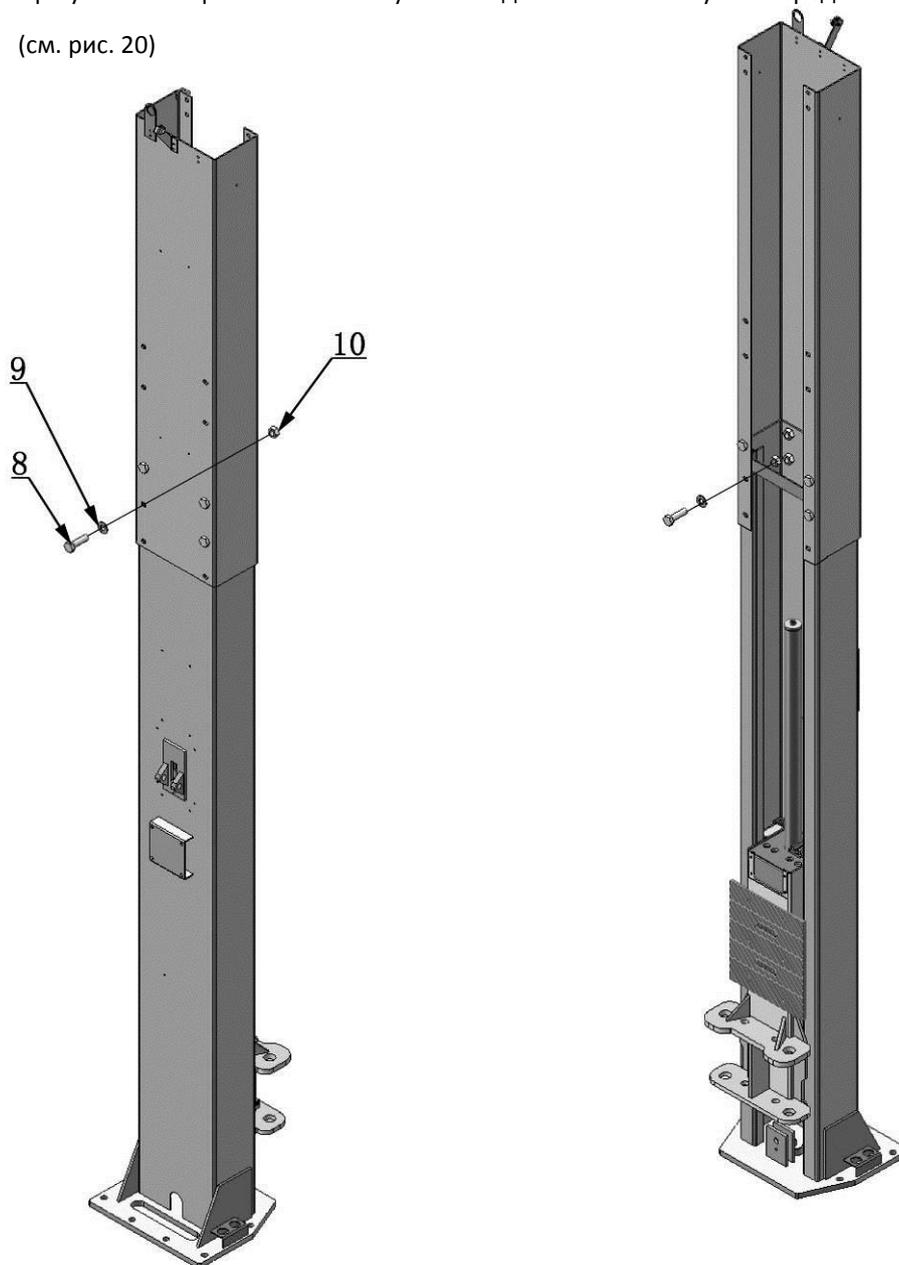

Рис.20
2. При установке крепежа на высоту от 4250 до 4350 воспользуйтесь средними отверстиями (см. рис. 20)